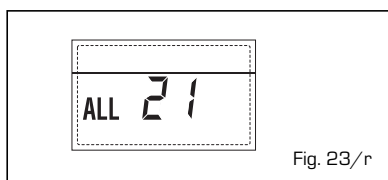

Fig. 23/r
- INTERVENTO TERMOSTATO SICUREZZA SECONDA ZONA MISCELATA "ALL 22" (fig. 23/s)